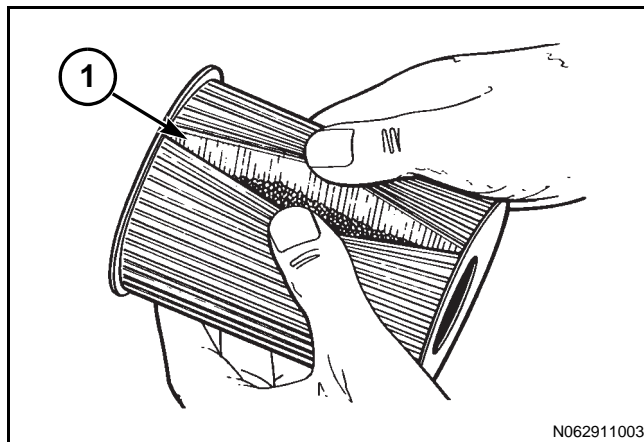

FIG. 14
FIG. 14: Use un cortador de filtro para abrir el elemento del filtro con un corte (1). Separe los pliegues e inspeccione si hay metal u otros desechos en el elemento. Un cantidad excesiva de desechos en el elemento del filtro puede indicar una posible falla.